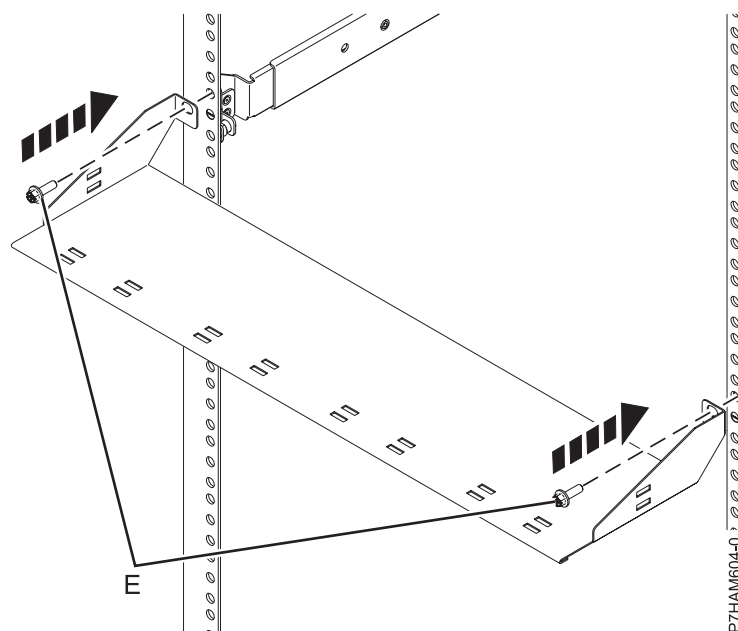

Figure 12. Fixation du passe-câbles
- g. A l'arrière de l'armoire, positionnez le passe-câbles sur les cornières arrière de l'armoire, en alignant les trous de montage du passe-câbles sur les trous supérieurs de l'emplacement EIA contenant le boîtier, comme indiqué sur la figure 12, à la page 13. Les vis M5 (**E**) doivent passer dans les trous de montage du passe-câbles, puis dans les trous supérieurs des emplacements EIA sur les cornières de l'armoire.